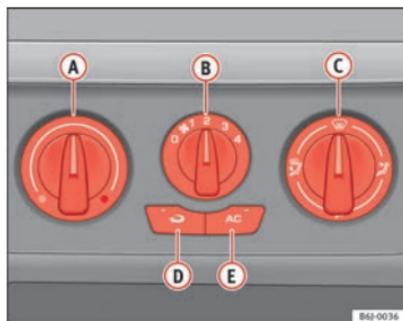

Fig. 103 Mandos del Aire Acondicionado en el tablero de instrumentos
- Desconecte el sistema de refrigeración con la tecla ⇒ fig. 103 **AC** (se apaga el testigo de la tecla).
Con la recirculación de aire en marcha → fig. 103  (se enciende un testigo en la tecla), se evita que los malos olores del exterior, por ejemplo, al atravesar un túnel o en un atasco, penetren en el habitáculo.